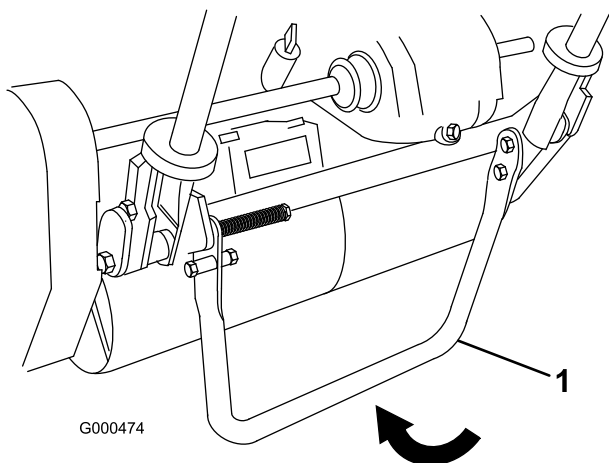

Figura 9
1. Empurre o apoio para baixo com o pé e puxe o manipulador para cima até que o apoio tenha rodado para a frente, em direção ao centro (Figura 9).